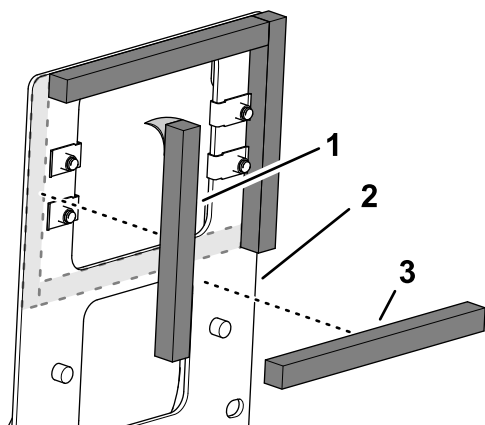

Figure 7
6. Retirez la pellicule protectrice au dos des 4 bandes en mousse adhésives (Figure 7).
7. De l'autre côté du support du refroidisseur de carburant, collez les bandes en mousse verticale et horizontale comme indiqué sur la Figure 7.